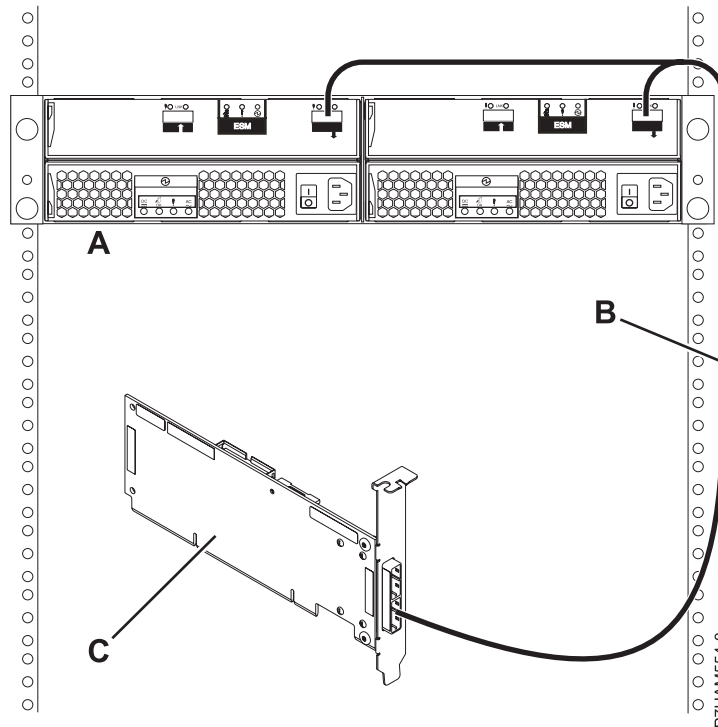

Figure 10. Connexion d'un boîtier d'unité de disque 58/86 à un adaptateur SAS unique à l'aide d'un câble YO
- Effectuez la connexion d'un boîtier d'unité de disque 58/86 (**A**) à un adaptateur SAS unique (**C**) à l'aide d'un câble YO (**B**), comme illustré dans la figure 10.